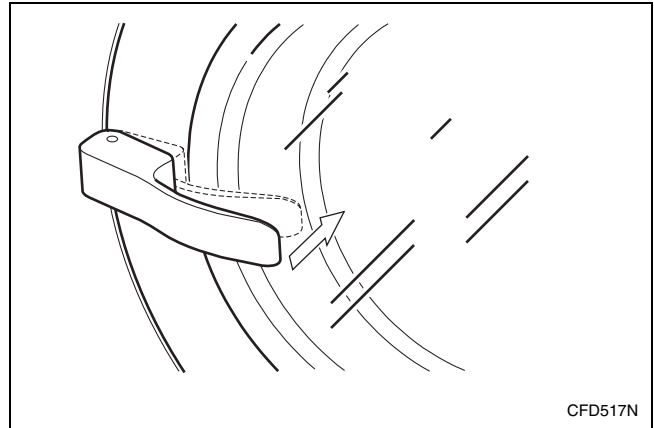

Figura 9
4. Cierre la puerta presionando la manija de la puerta en dirección a la máquina. Consulte la *Figura 9*.